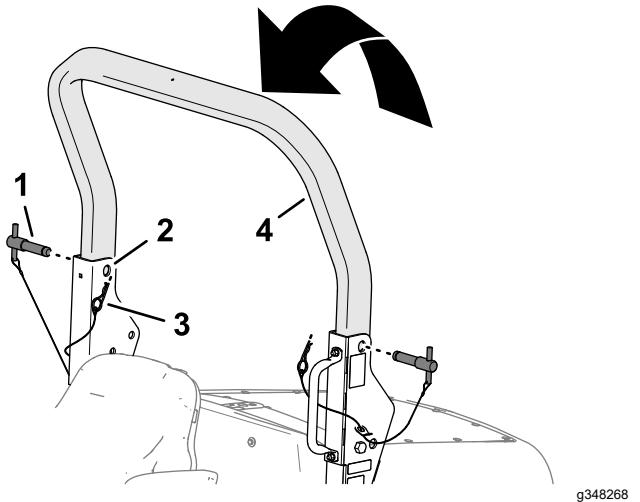

Bild 32
3. Heben Sie den oberen Überrollbügel an, bis die Löcher im Überrollbügel auf die Schwenkhalterungen ausgerichtet sind (Bild 32).
4. Führen Sie die Überrollbügelstifte durch die oberen Löcher der Schwenkhalterungen und des oberen Überrollbügels (Bild 32).
5. Sichern Sie die Überrollbügelstifte mit den Splinten an den Schwenkhalterungen (Bild 32).